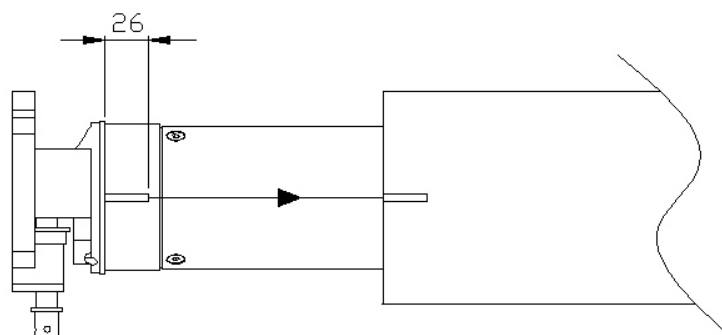

fig. 2
- Vérifier la compatibilité du motoréducteur avec le rouleau et faire une fente sur une de ses extrémités d'une dimension telle à pouvoir contenir la languette présente sur la couronne, puis procéder à l'assemblage (fig. 2).